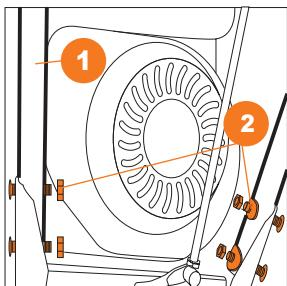

Рис. 4
- Закрепите панель оператора ① к корпусу снегоуборщика с помощью четырех болтов, шайб и гаек ② (для S 6060) (Рис. 4).